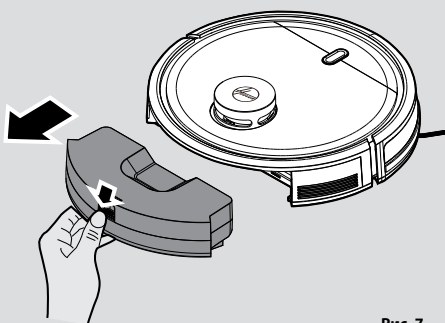

Рис. 7
1. Нажмите кнопку извлечения пылесборника и вытяните его. [Рис. 7]
1. После уборки пылесосом нажмите кнопку извлечения пылесборника и вытяните его. [Рис. 7]